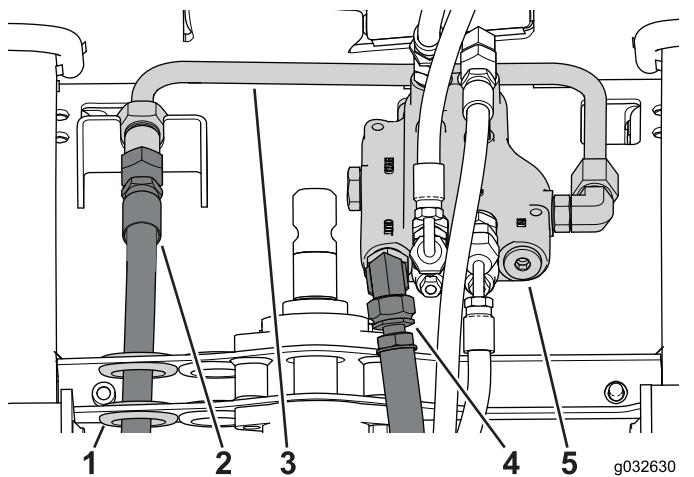

Рисунок 106
- Установите подходящий сливной поддон под регулирующий клапан (Рисунок 106).
- Отсоедините шланг подачи от соединителя трубы и вытяните его наружу из сквозного отверстия (Рисунок 106).
- Отсоедините возвратный шланг от регулирующего клапана (Рисунок 106).